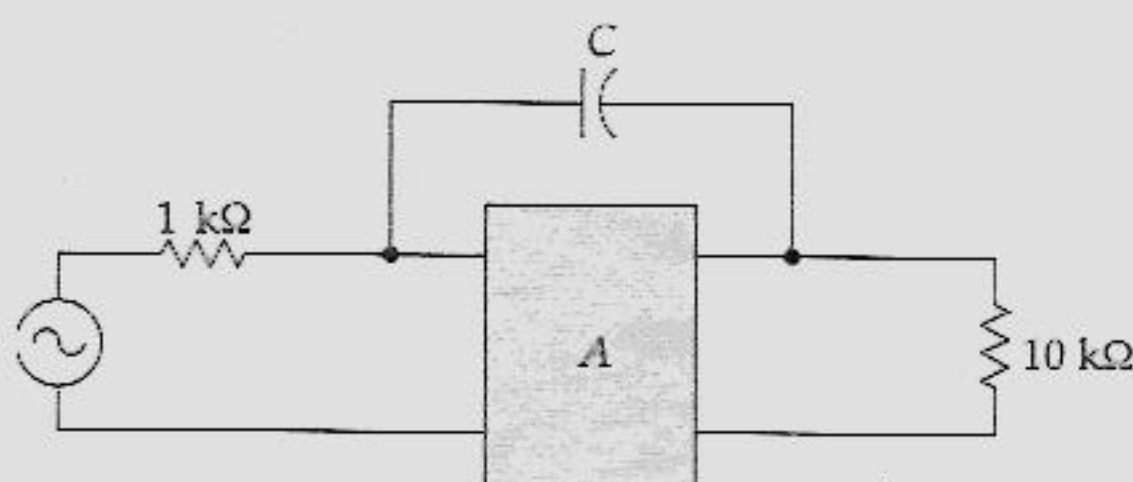

Figura 16.38
- 16.17 Na Figura 16.38, $A = 200$ e $C = 5$ pF. Qual a capacitância Miller de entrada e de saída do amplificador?
- 16.18 Se $A = 10.000$ e $C = 100$ pF na Figura 16.38, qual a capacitância Miller de entrada e de saída do amplificador?
- 16.19 A capacitância Miller de entrada da Figura 16.38 gera um circuito de desvio na entrada. Se $A = 300$ e $C = 10$ pF, qual seria a frequência crítica desse circuito de desvio?